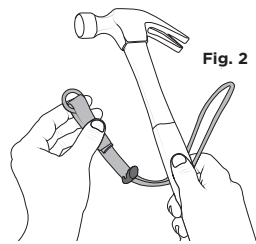

Fig. 2
3. For non-captive tools, choke or cinch the elastic loop Tool Tail™ onto the tool by wrapping it around a straight shafted area that does not inhibit the use of the tool [fig. 2].
- En el caso de las herramientas que no sean cautivas, anude o apriete la Tool Tail™ de lazo elástico en la herramienta envolviéndola alrededor de un área con eje recto que no impida el uso de la herramienta [fig. 2].